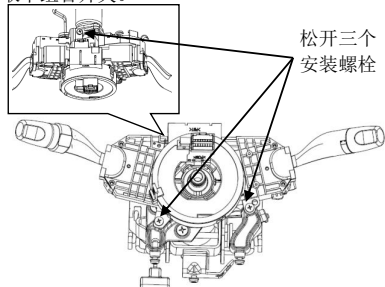

图 4-6
(6) 拆下时钟弹簧与组合开关。
① 拔下所有连接在时钟弹簧、组合开关上的接插件。
② 用十字起松开组合开关的三个安装螺钉（两个位于正面、一个位于背面），如图 4-6 所示，取下组合开关。